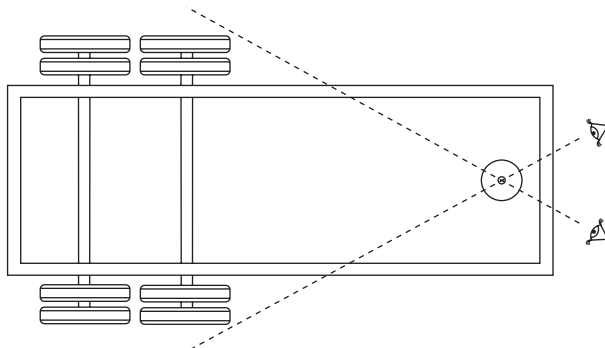

Figura 17. Verificando obstrucciones para la medición
1. Desde una posición al frente del remolque, observe por abajo del remolque desde el perno rey a cada extremo del eje delantero (figura 17).